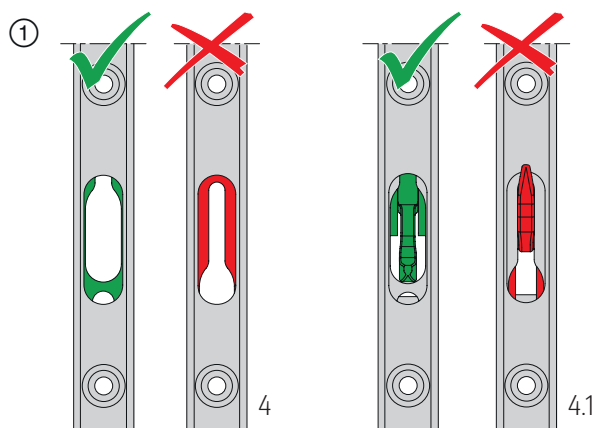
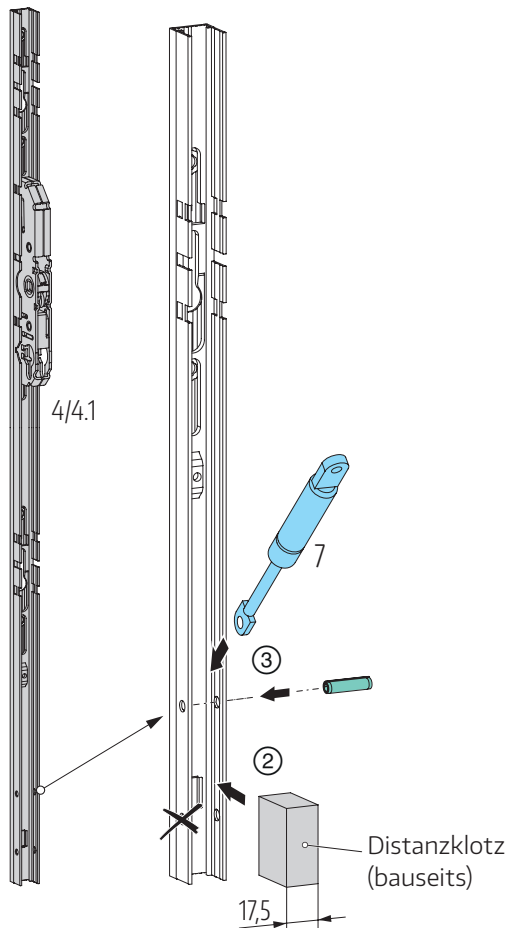
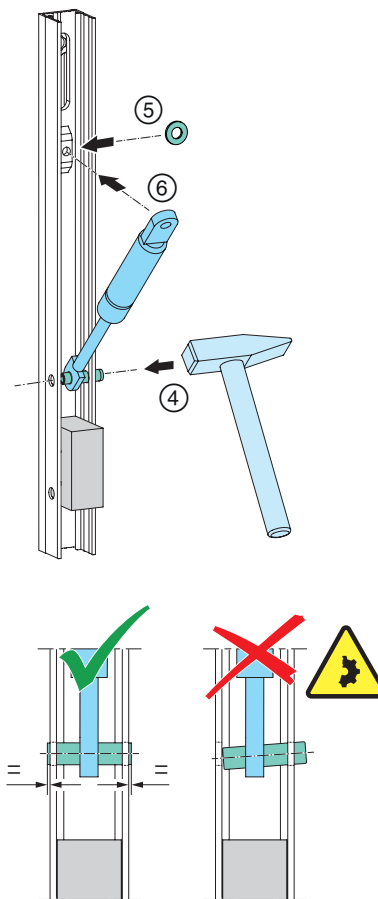
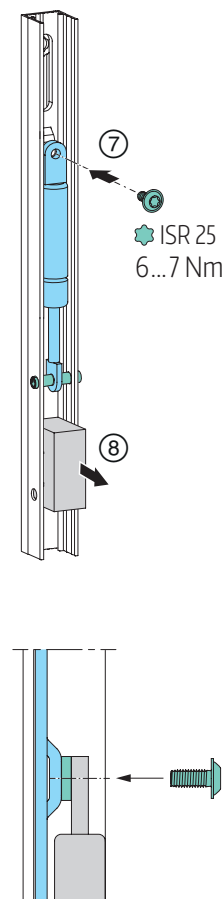

Abb. 11
Abb. 12
Abb. 13
Abb. 14
① Getriebe für Bolzen 4 oder Getriebe mit Haken 4.1 in Schiebstellung (angehobene Position) bringen; **Abb. 11**. ② Distanzklotz (bauseits) als Montagehilfe in Getriebestulp einsetzen. ③ Gasdruckfeder 7 und Spannstift positionieren; **Abb. 12**. ④ Gasdruckfeder mit Spannstift an Getriebestulp befestigen. ⑤ Unterlegscheibe positionieren, ⑥ Gasdruckfeder in Getriebestulp einschwenken; **Abb. 13** und ⑦ mit mittels Schraube ISR 25, 6 ... 7 Nm, mit Riegelstange verbinden. ⑧ Distanzklotz entnehmen; **Abb. 14**. **Wichtig**, siehe **Abb. 19** auf Seite 34: Getriebe vor der Montage in Verschlussstellung (1) bringen und mit Bohrer Ø 4,5 sichern (2).